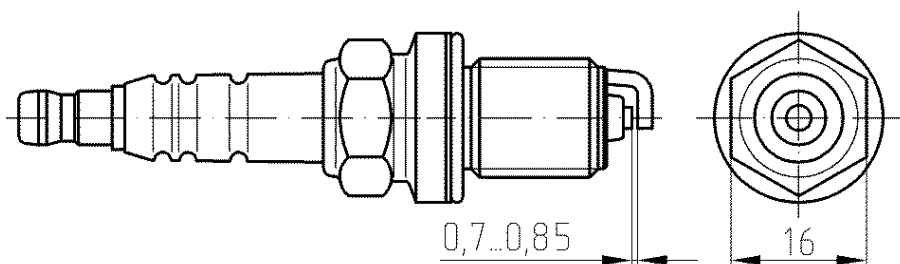

Рис.49. Свеча зажигания
4. **Свечи зажигания** 4052.3707000-10\* (DR17YC-F ф.«Brisk») (тип свечи зажигания по ГОСТ Р 53842 АУ14ДВРМ) - малогабаритного исполнения, с помехоподавительным резистором, четыре штуки, ввернуты в головку цилиндров по центру камер сгорания (рис.49). Зазор между электродами свечей зажигания 0,70...0,85 мм.